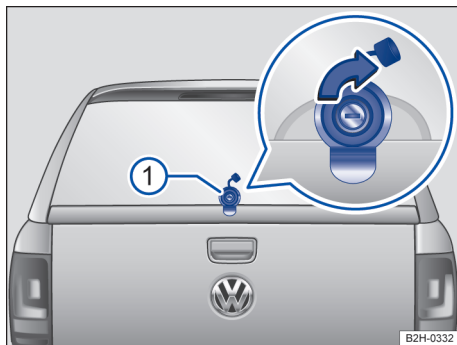

Fig. 54 Destravar e travamento de emergência da tampa do compartimento de bagagem.
- Introduza a chave adicional no cilindro da fechadura → Fig. 54 ①.
- Introduza a chave adicional no cilindro da fechadura ①.